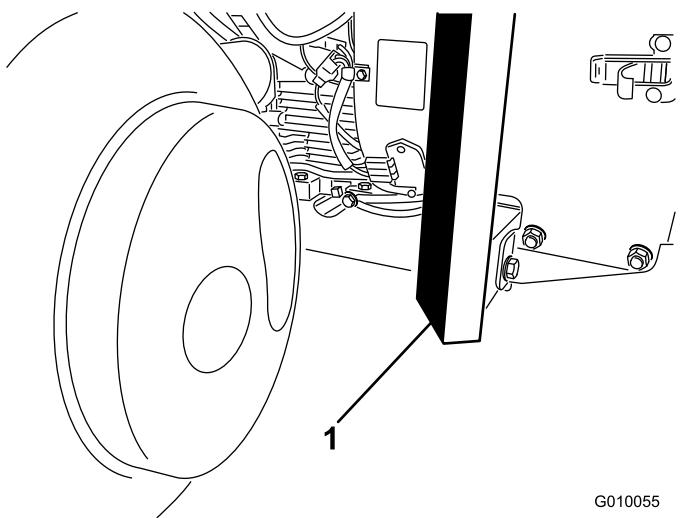

Рисунок 40
2. Надежно разместите домкрат под передней частью рамы (Рисунок 40).